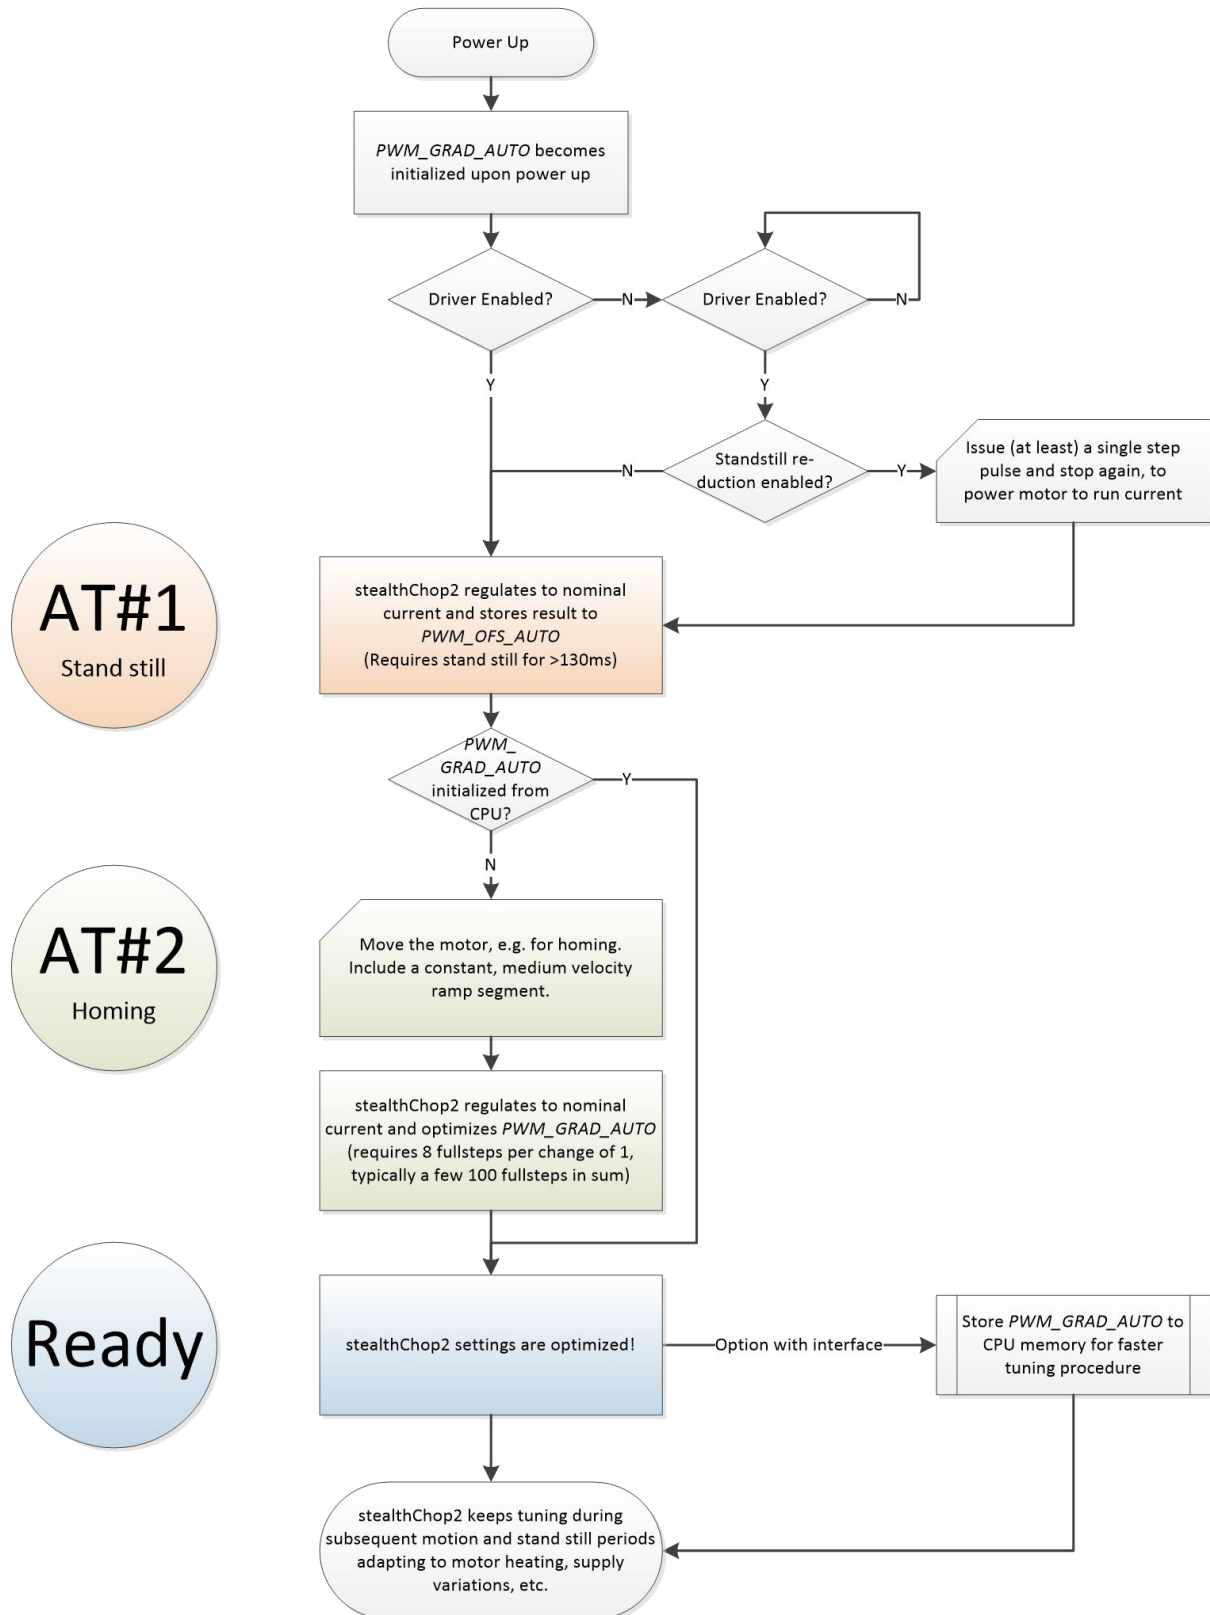

图 6.2 StealthChop 2 自调节步骤
StealthChop 2 集成了参数自调整 (AT) 过程, 可自动调整电机最重要的运行参数。通过这种方式, 电机在 StealthChop 2 模式下能保持高的动态特性, 并支持降低电机供电电压产生非常低的电流。为了获得最佳效果, 运动控制器只需执行两个步骤: 第一步, 上电后, 电机处于静止状态, 电流设置成运行电流 (AT# 1)。第二步, 以中等速度运行电机, 也可以作为归零的一部分 (AT# 2)。图 6.2 显示了这个自调整流程。